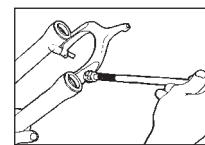

Fig. 8
- Tragen Sie New and Improved Judy Butter auf die Oberfläche der vier Lagerhülsen, die Innenseite der unteren Röhre auf und füllen Sie die Vertiefung zwischen den Lippen der Resi-Wiper Dichtung völlig mit Judy Butter. Verwenden Sie eine mit Gewebebändern umwickelte Verlängerung für eine Ratsche, die Sie in Judy Butter tauchen, um das Innere der unteren Röhre zu schmieren (s. Abb. 8).